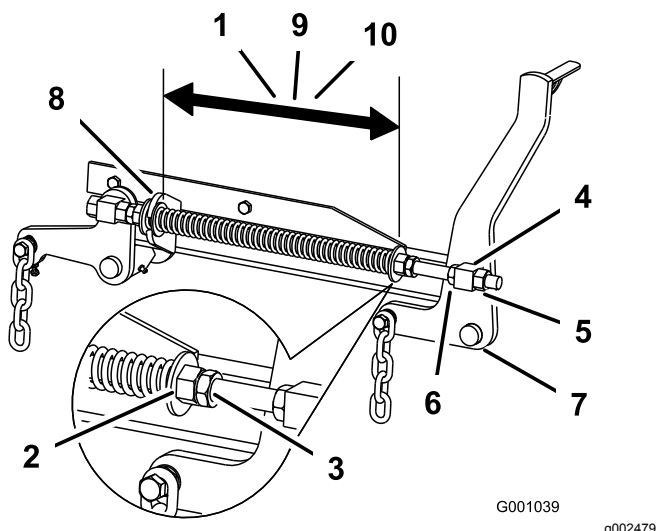

Figura 114
de corte de 152 cm, o de 29,2 cm para carcasas de corte de 183 cm (Figura 114).
- Ajuste esta distancia aflojando la contratuerca elástica y girando la tuerca que está delante de cada muelle (Figura 114).
- Fije la tuerca en la posición deseada apretando la contratuerca elástica (Figura 114).